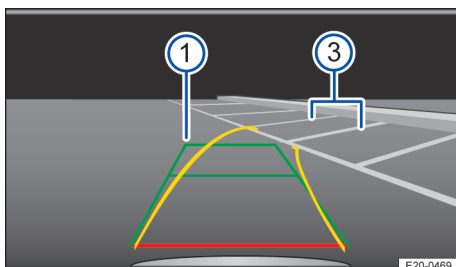

Fig. 128 Afișarea pe ecranul sistemului Infotainment: Abordarea locului de parcare ales.
4. Virați în așa fel încât liniile galbene să conducă în spațiul de parcare. Liniile verzi și galbene trebuie să corespundă cu liniile de delimitare laterale → fig. 128 ③.